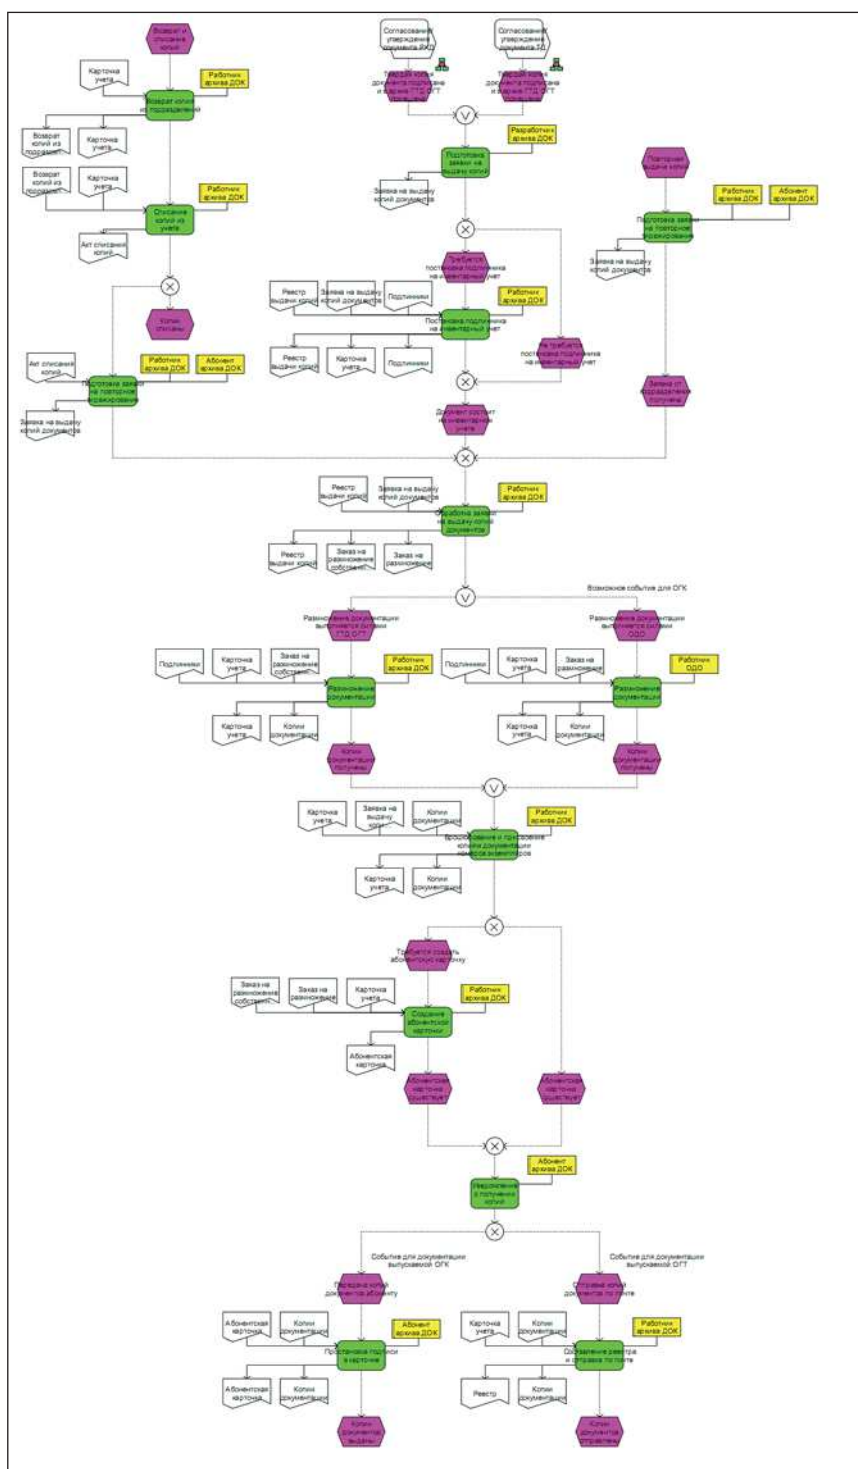

Рис. 1. Процесс управления учетными копиями
- списание копий из учета и их повторное тиражирование (рис. 1).